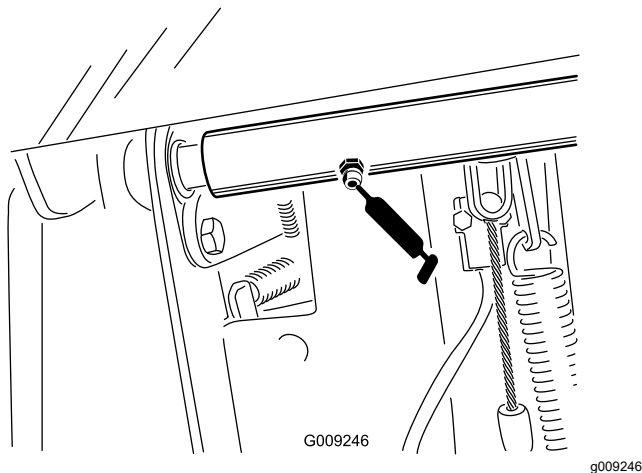

Figura 77
- 2 cuscinetti orientabili dell'albero del freno (Figura 77)